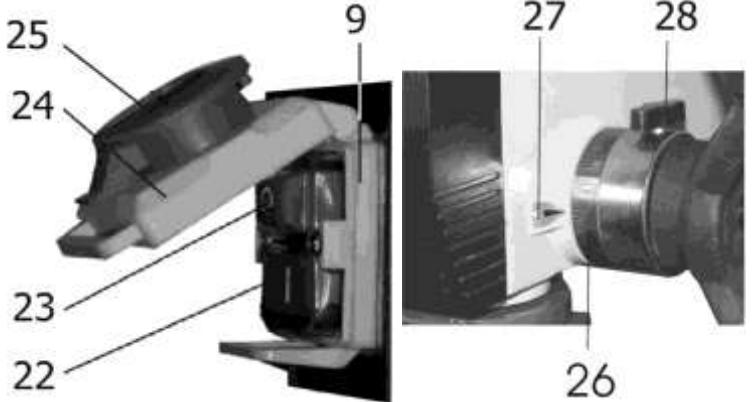
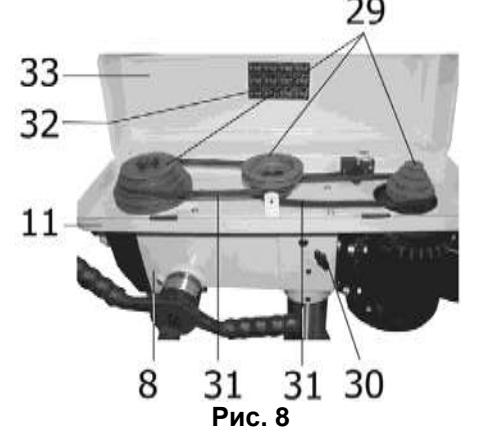
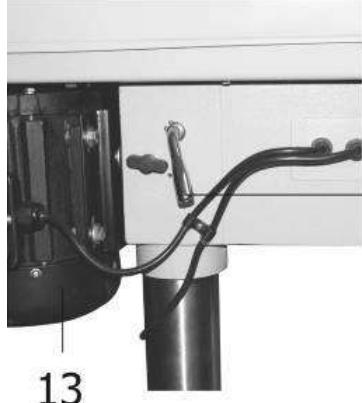

Рис. 6
Рис. 8
Рис. 9
10.2. Перед тем как включить станок проверьте, закрыта ли крышка (33) кожуха ременной передачи (11), Рис.8. Ключ к сверлильному патрону (P), Рис.1, не должен оставаться в сверлильном патроне (6), Рис.2. Режущий инструмент в сверлильном патроне (6) должен быть хорошо зажат. Если режущий инструмент не установлен, то кулачки сверлильного патрона (6) должны быть сведены, Рис.2.
10.3.Станок оснащен магнитным пускателем, предотвращающим самопроизвольное включение после отключения питания. Магнитный пускатель (9), Рис.6, закрыт защитной крышкой (24) и заблокирован кнопкой (25), предотвращающей самопроизвольный пуск станка после нажатия на кнопку (25), Рис.6. При закрытой крышке (24) станок автоматически отключается от питания; станок можно включить только после открытия крышки (24) и нажатия зеленой кнопки (22). Отключение станка производится нажатием на красную кнопку (23), Рис.6. В случае необходимости экстренного отключения станка следует нажать на красную кнопку (25), в результате чего произойдет отключение питания станка, Рис.6.
10.6. При открытии крышки (33) кожуха ременной передачи (11), Рис.8, станок должен отключиться. Повторное включение станка возможно после закрытия крышки (33) кожуха ременной передачи (11), Рис.8 и вторичного нажатия на зеленую кнопку (23), Рис.6 (см. п.10.3).
10.8. В станке реализован ступенчатый принцип изменения скорости вращения шпинделя. Скорость вращения шпинделя регулируется изменением положения клиновых ремней (31) на ступенях шкивов (29), Рис.8. Можно установить 12 скоростей вращения шпинделя. Схемы положения клиновых ремней (31) на шкивах (29) для 12 вариантов скоростных режимов показаны на наклейке (32), находящейся на внутренней стороне крышки (33) кожуха ременной передачи (11), Рис.8. Для изменения скорости вращения шпинделя предварительно следует ослабить натяжение клиновых ремней (31), Рис.8. Для этого необходимо ослабить винты фиксации (30), расположенные симметрично с двух сторон шпиндельной головки станка (8), Рис.8. Затем с помощью ручки (34) переместите электродвигатель (13) в сторону режущего инструмента, Рис.9. Руководствуясь данными наклейки (32) на крышке (33) кожуха ременной передачи (11), установите ремни (31) на ступенях шкивов (29) в требуемые позиции, Рис.8. Натяните клиновой ремень с помощью ручки (34), Рис.9, и переместите электродвигатель (13), Рис.9, в сторону от режущего инструмента. Зафиксируйте необходимое натяжение винтами фиксации (30) с двух сторон шпиндельной головки (8), Рис.8.